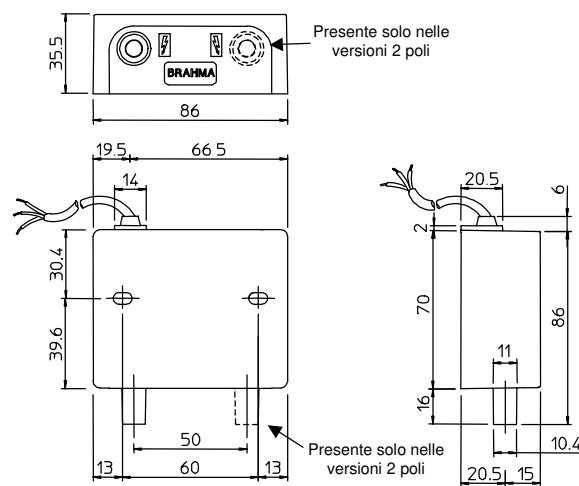
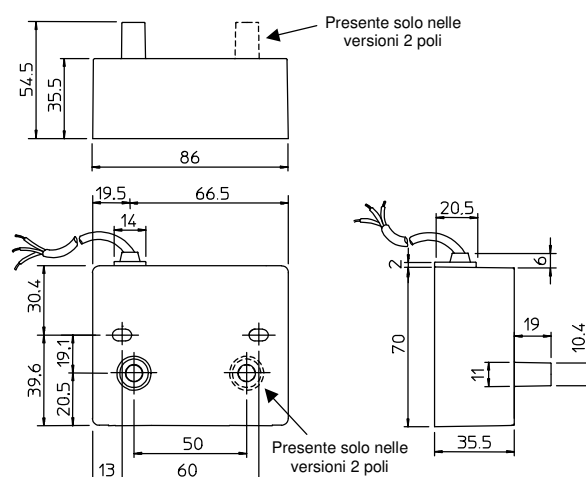
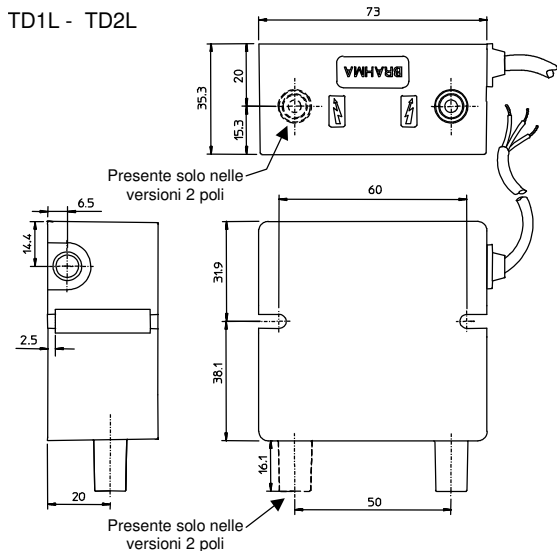
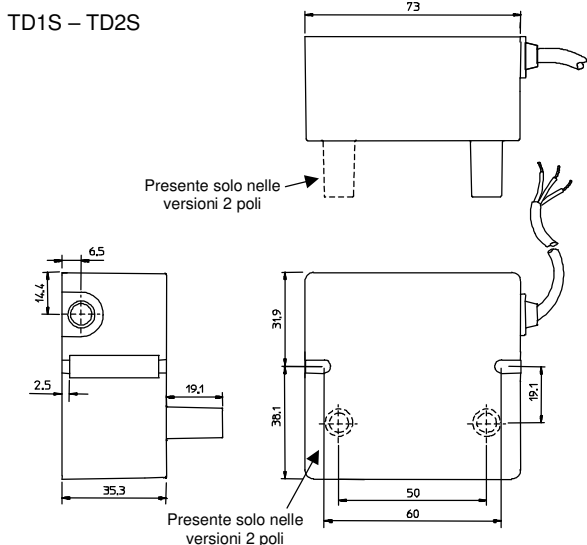

Fig. 1
Fig. 2
Fig. 3
Fig. 4
- C: alimentazione con cavo (Fig. 1, 2, 3 e 4);
- L: isolatori laterali (Fig. 1 e 3);
S: isolatori sul lato inferiore (Fig. 2 e 4);
La serie TD si distingue dalla serie TC per le dimensioni d'ingombro più contenute; le Fig. 1, Fig. 2, Fig. 3 e Fig. 4 illustrano le principali misure di entrambe le serie di dispositivi. Per il fissaggio devono essere usate viti M4 oppure M5; (nei trasformatori serie TC l'ovalizzazione dei fori permette una variazione dell'interasse di fissaggio tra 57 mm e 64 mm).